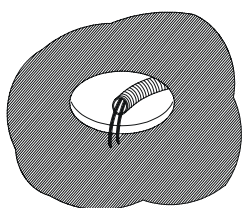

Figura 1
Paso 1 – Recorte el tamaño del agujero. Utilice una plantilla de cartulina o un cutter circular ajustado al tamaño requerido. Pase el cable a través del agujero realizado. (Figura 1)